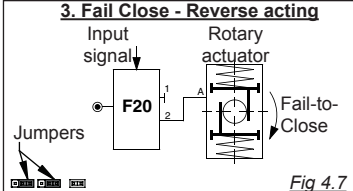

Fig 4.7
- Die Schläuche ändern (siehe Abb. 4.7 oder 4.8)
- Modifiez la tuyauterie (voir fig. 4.7 ou 4.8).